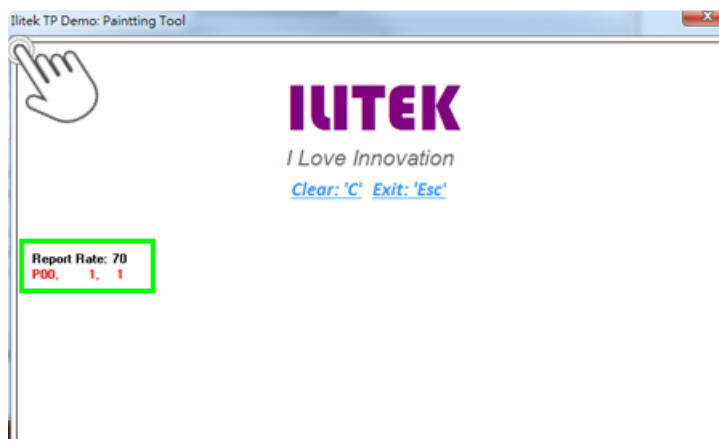
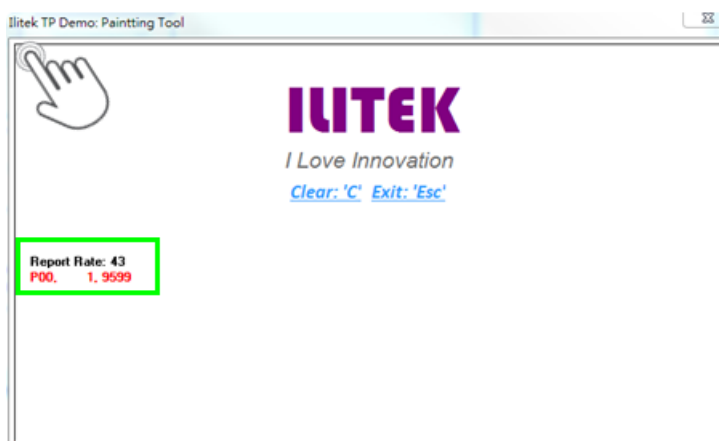

Figure 5-104: Y 軸座標報點方向設定為 0 示意圖
Figure 5-105: Y 軸座標報點方向設定為 1 示意圖
- 範例說明：下圖範例觸控屏解析度 16384*9600。圖 Figure 5-104 報點方向設定為 0，點擊原點附近上報點座標(1,1)。圖 Figure 5-105 將 Y 軸報點方向設定為 1，與電路圖設定方向相反，同樣點擊原點附近位置，其上報座標為(1,9599)。